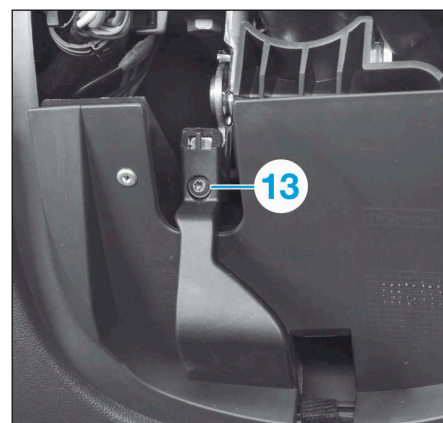

FIG.20
- Déposer la vis (13) puis le levier de réglage de la colonne de direction (Fig.20).